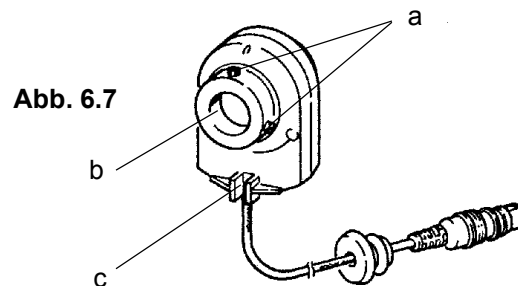

Abb. 6.7
- Die Abb. 6.7 zeigt die Vorderansicht des IWG. Dieser wird auf den Aufnahmezapfen des Handrades aufgesteckt und durch 2 Innen-Sechskantschrauben (a) befestigt.